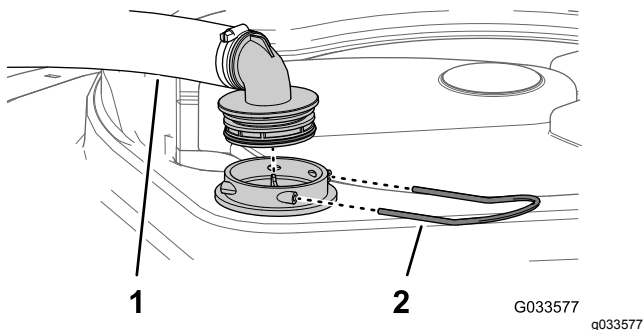

Figura 46
2. En la parte superior del depósito de fumigación, retire la horquilla de retención que sujeta el acoplamiento que está conectado a la manguera grande y al alojamiento del filtro (Figura 46).
3. Retire la manguera y el acoplamiento del alojamiento del filtro (Figura 46).